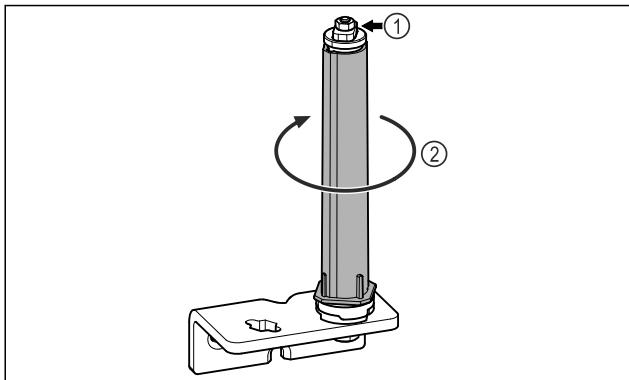

Fig. 18
- Не разглобявайте затварящата система на вратата *Fig. 18 (1)*.
- Въртете затварящата система Fig. 18 (2), докато тя щракне.